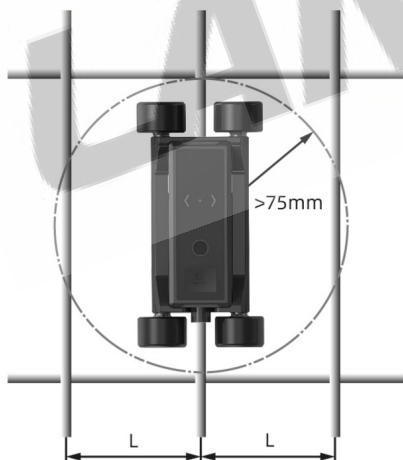
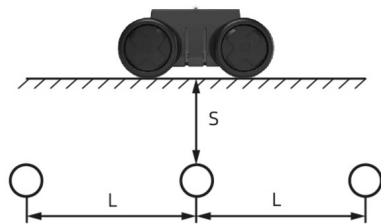

図.1.1
図.1.2
9. 図1.1および図1.2に示すように、鉄筋間隔 L と被覆深さ S の比率は、一般的に2:1以上であるべきである。この比率は鉄筋の直径が大きくなるにつれて増加する必要がある。直径が18mmを超えて25mm未満の場合、比率は少なくとも2.5:1以上とするべきであり、直径が25mmを超える場合は、比率は少なくとも3:1以上とするべきである。
10. 図1.1に示すように、周囲のステラップは測定点の中心から少なくとも75 mm離れた位置に設置する必要があります。